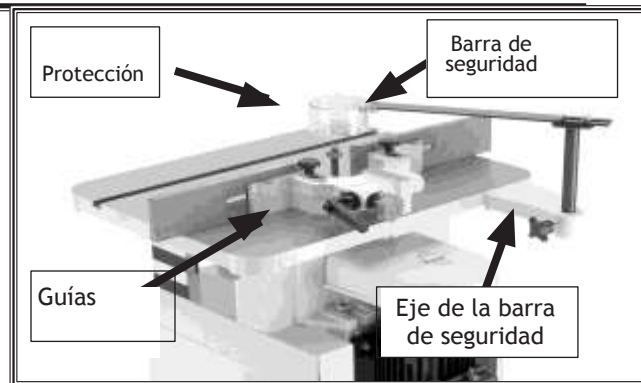

Figura 12. Instalación de las barras protectoras.
9. Conecte las guías de madera a las guías de la base con los 2 tornillos M8-1.25 x 12 y las rondanas planas de 8mm. Ver **Figura 12**.
10. Conecte la protección a la barra de seguridad con 2 tornillos de cabeza Phillips M4-0.7 x 12 y las tuercas M4-0.7. Ver **Figura 12**.
11. Coloque la barra de extensión junto con el protector en eje de la barra de seguridad. Vea la **Figura 12**.